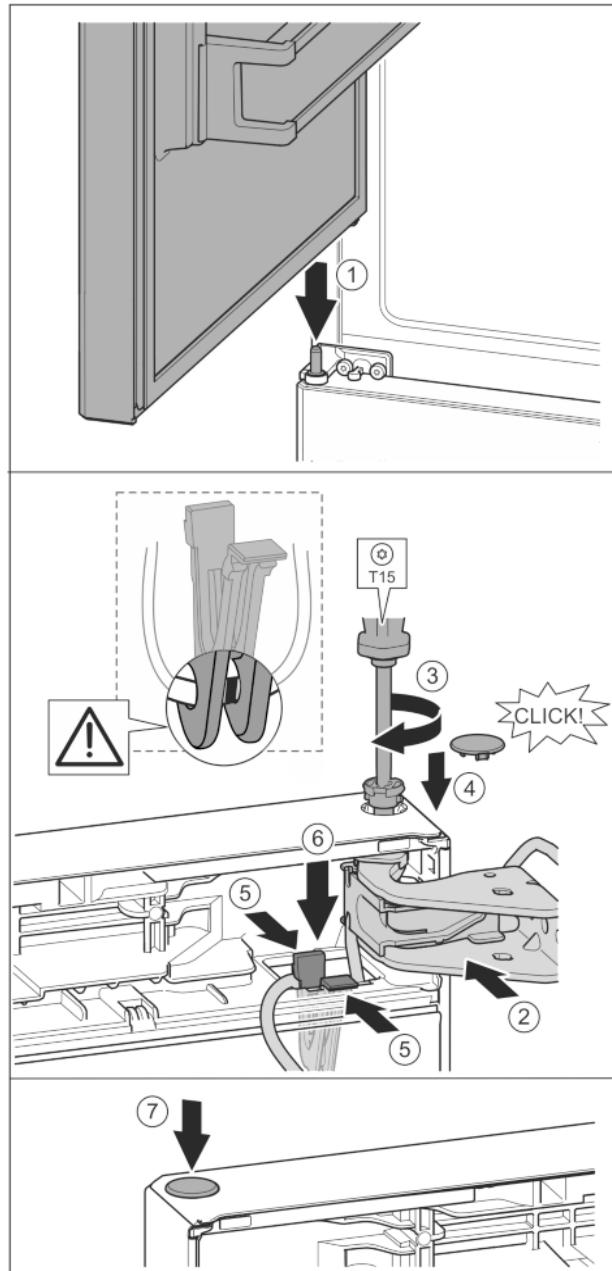

Fig. 39
- ▶ Horní dveře usaďte na prostředním ložiskovém čepu Fig. 39 (1)
- ▶ Dveře nahoře vyrovnejte s otvorem ve stojanu ložiska. Fig. 39 (2)
- ▶ Vložte čep a pevně jej utáhněte šroubovákem T15. Fig. 39 (3)
- ▶ K zajištění dveří namontujte bezpečnostní kryt: Bezpečnostní kryt nasadte a zkontrolujte, zda přiléhá na dveře. V opačném případě čep zcela zasuňte. Fig. 39 (4)
- ▶ Držák s upevněným kabelem vložte do otvoru. Fig. 39 (5)
- ▶ Tlačte držák dolů, až lamela zapadne. Fig. 39 (6)
- ▶ Vložte zátku. Fig. 39 (7)